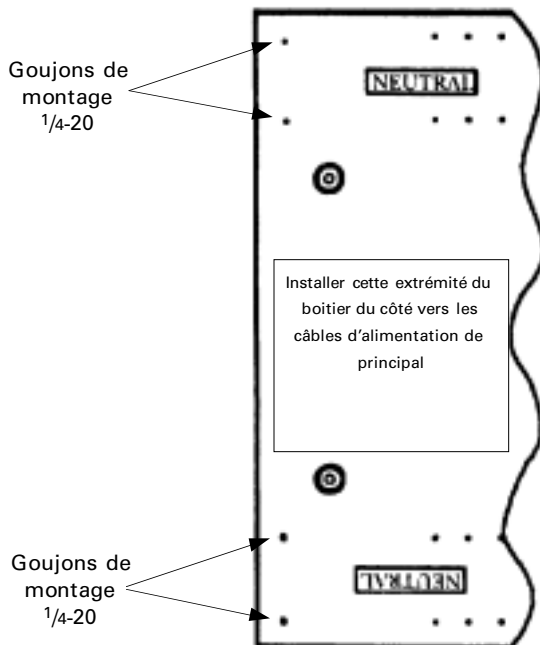

Figure 1. Endroits pour le montage sur le boîtier du panneau.
1. Monter le neutre à une des extrémités du boîtier, à l'endroit indiqué NEUTRAL, sur les goujons de montage 1/4-20, comme montré à la Figure 1. Fixer avec la rondelle plate, la rondelle de retenue et l'écrou fournis et serrer à 27-32 lb-po.